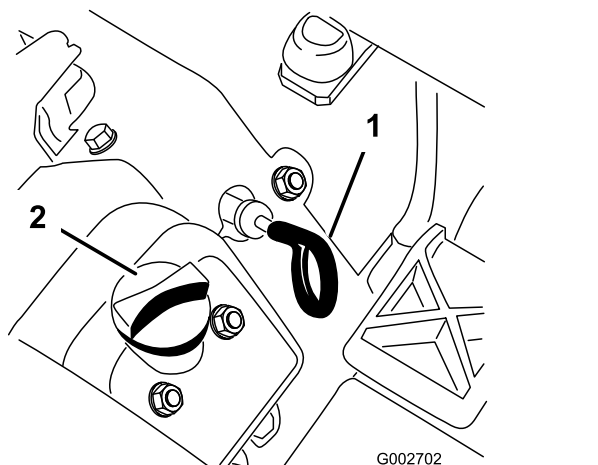

Figure 24
3. Sortez la jauge (Figure 24) et essuyez-la sur un chiffon propre.